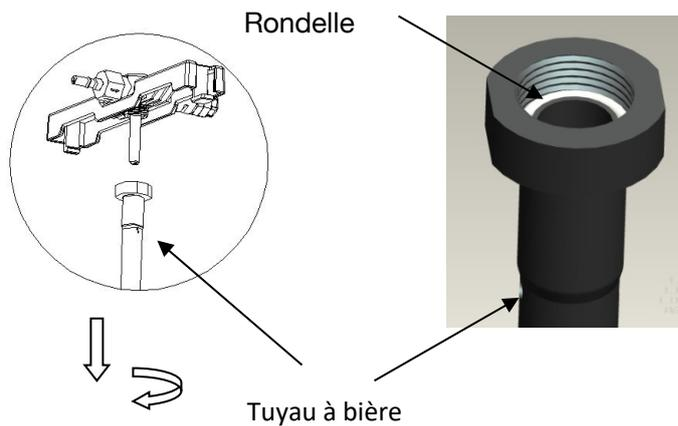

Figure 34
C. REMPLACER LA RONDELLE D'ÉTANCHEITE DU TUYAU A BIÈRE (VOIR FIGURE 34)